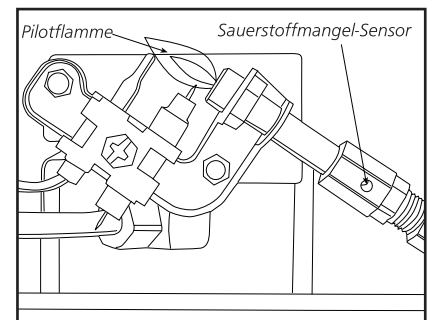

Abbildung 6
- 3 Die vier (4) Schrauben, die die Schutzvorrichtung des Heizgerätes auf der Rückseite festhalten, herausschrauben.
- 5 Die vier (4) Brennerbefestigungsschrauben entfernen und die Gasleitung von der Brennereinheit abnehmen. Die Brennereinheit von der Rückseite des Gehäuses entfernen.
- 7 Die Hauptbrenneröffnungen (in den Öffnungshalter eingefädelt) prüfen und reinigen. Der Öffnungshalter ist mit zwei (2) Schrauben an der Brennereinheit-Venturiröhre angebracht.
- 8 Den Piloten (an einer Halterung befestigt) prüfen und mit einem Staubsauger oder Pressluft durch die Löcher im Piloten reinigen; durch Pfeile markiert in Abbildung 6.